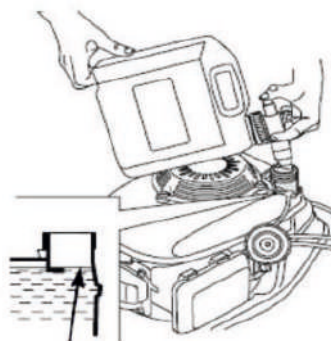

рис. 9
5. Заправьте бак топливом, используя специальную канистру и воронку. Всегда используйте канистру с предохранительным клапаном (рис. 9).